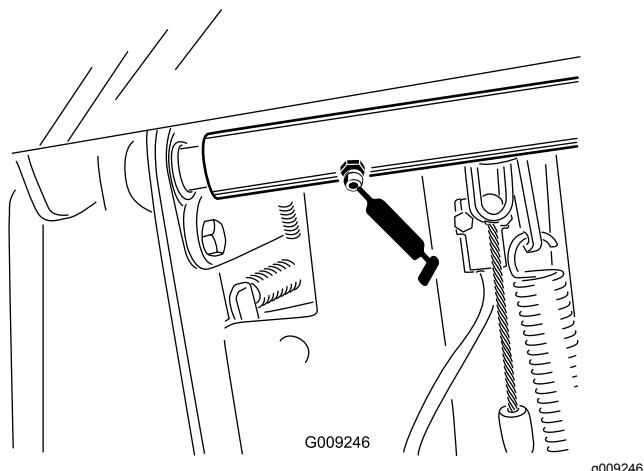

図 75
- ・ ブレーキペダルのピボットのベアリング2ヶ所 図 75